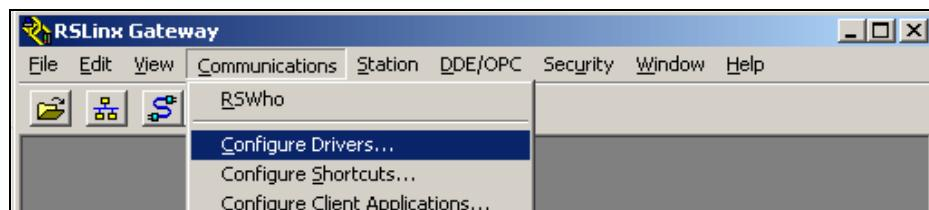

图3-11 组态驱动
3. 单击菜单栏 Communications->Configure Drivers... 或在工具条上单击 Configure Drivers（组态驱动），如图3-11所示。